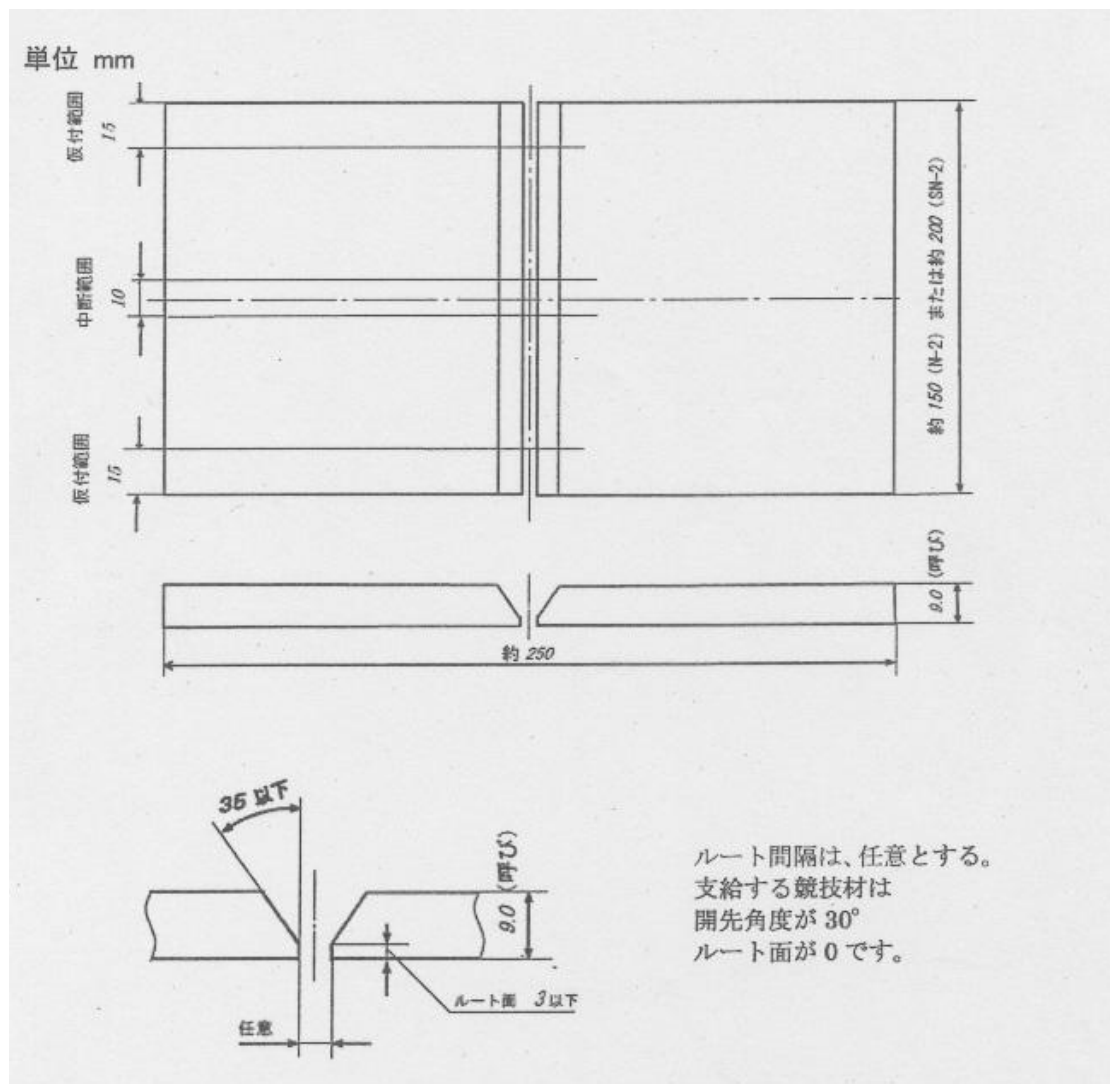

図1 競技材の寸法・形状
- (1) 競技時間は、タック溶接、本溶接、競技材の清掃及び実行委員の確認を要する時間を含め30分とする。30分経過後は、未完成であっても競技材を提出すること。
- (2) ルート間隔の確保と競技材のタック（仮付け）溶接は、図1「競技材の寸法・形状」のように競技材端面から15mm以内の裏面から行うこと。ルート間隔は任意とする。
- (3) タック溶接終了後、審査員の確認を受けなければならない。
- (4) 被覆アーク溶接下向姿勢部門及び炭酸ガスアーク溶接下向姿勢部門の本溶接は、作業台から試験材料を5mm以上浮かせて溶接できるように、主催者が用意する帯板の上で溶接をすること。
- (5) 炭酸ガスアーク溶接立姿勢部門の本溶接は、固定具に鉛直に取り付けること。本溶接に入る前に実行委員に取付状態の確認を受けること。
- (6) 溶接層数、パス数、溶接方向については、次のとおりとする。
- ①溶接層数及びパス数は自由とする。パスの方向も自由とする。
- ②使用する溶接棒または、溶接ワイヤは申告したもの以外は使用できない。